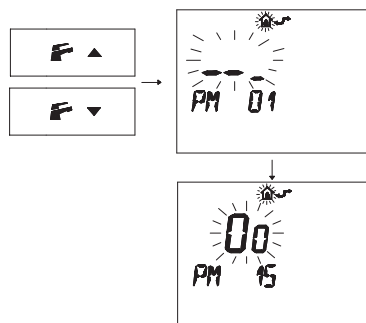

Figura 5.26
- Premere i pulsanti o per visualizzare la programmazione "**PM15**" abilitazione della sonda esterna (Figura 5.26).